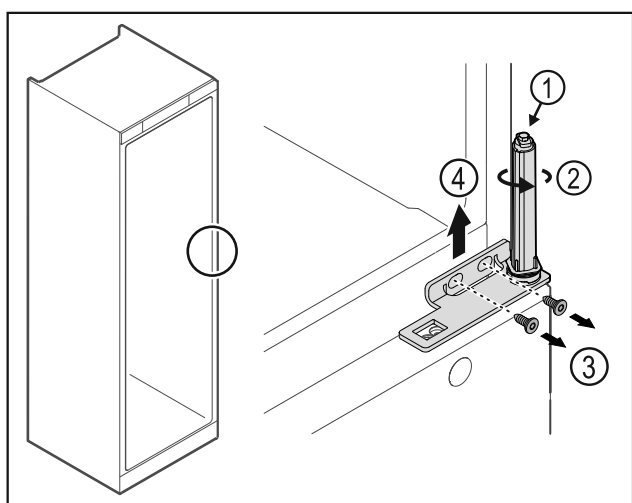

Fig. 27
- ▶ Deursluitsysteem niet uit elkaar halen Fig. 27 (1).
- ▶ Sluitsysteem Fig. 27 (2) draaien tot het klikt.
- ▶ Schroeven Fig. 27 (3) losmaken, scharnierhoek naar boven toe verwijderen Fig. 27 (4).